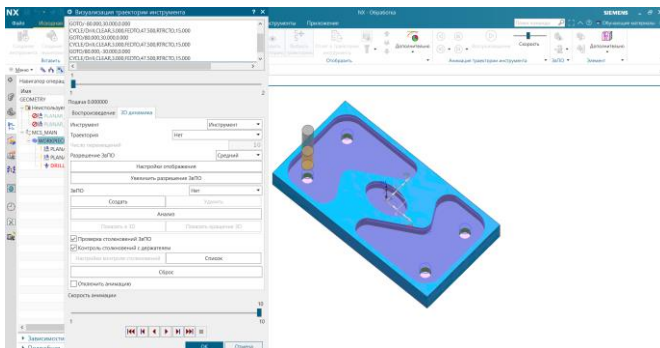

Рисунок 4.22 – Результат операції
15. Створіть операцію наскрізного свердління чотирьох отворів (рис. 4.22) виконайте візуалізацію.